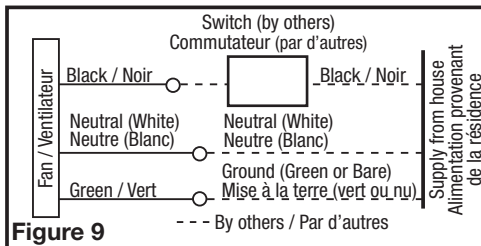

Figure 9
3. From where you have chosen to access the fan's junction box, connect the White wire from the house to the White wire from the fan's receptacle. Connect the Black wire from the wall switch to the Black wire from the fan's receptacle. Connect the ground wire from the house to the Green wire from the fan's receptacle (Figure 9). Use approved methods for all connections.
3. Par là où vous avez choisi d'accéder à la boîte de jonction du ventilateur, connecter le fil Blanc provenant de la résidence au fil Blanc du réceptacle du ventilateur. Connecter le fil Noir de l'interrupteur mural au fil Noir du réceptacle du ventilateur. Connecter le fil de mise à la terre provenant de la résidence au fil Vert du réceptacle du ventilateur (Figure 9). Utiliser des méthodes approuvées pour toutes les connexions.